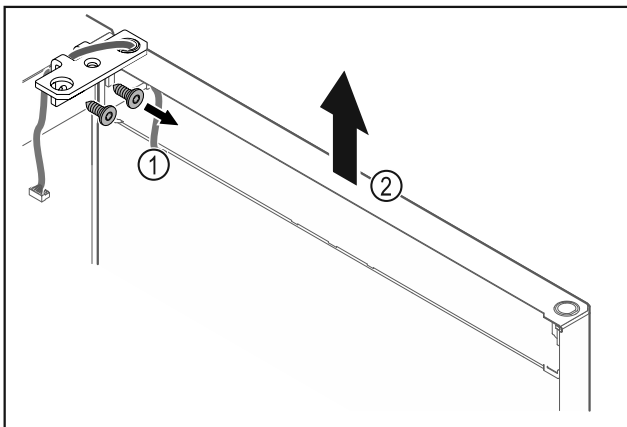

Fig. 24
- ▶ Deșurubați Fig. 24 (1) colțarul balamalei.
- ▶ Ridicați ușa inclusiv colțarul balamalei Fig. 24 (2) aproximativ 200 mm drept în sus și detașați-o.